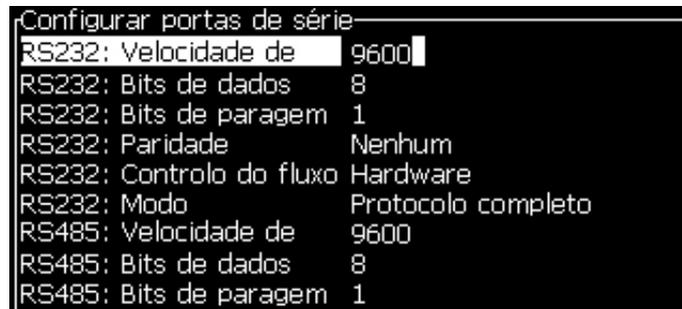

Figura 4-21: Caixa de diálogo *Configurar portas seriais*
2. Selecione a opção *Configuração da porta serial* e pressione a tecla *Enter*. A caixa de diálogo *Configurar portas seriais* aparece (veja Figura 4-21).